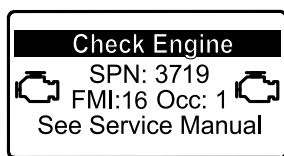

Рисунок 37
- Если необходима регенерация с парковкой, инфо-центр отображает предупреждение по двигателю SPN 3719, FMI 16 (Рисунок 37) и компьютер двигателя снижает его мощность до 85%.